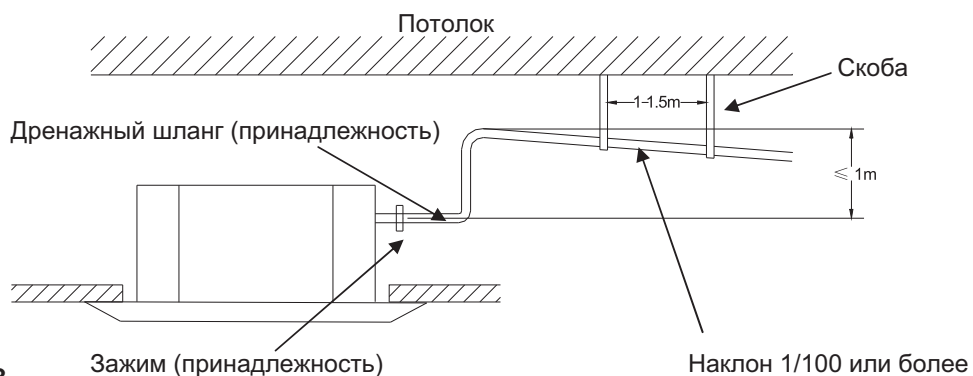

Рис. 13
1. Не поднимать дренажную трубку выше 1 м., поскольку это может привести к утечке воды (рис. 13).
2. Убедиться в том, что дренажная трубка установлена с уклоном вниз (не менее 1/100), а также в отсутствии мест, где может скапливаться вода (рис. 13).
Для поддержки дренажной трубки расположить крепёжные скобы на расстоянии 1 – 1,5 м. (Рис. 13)